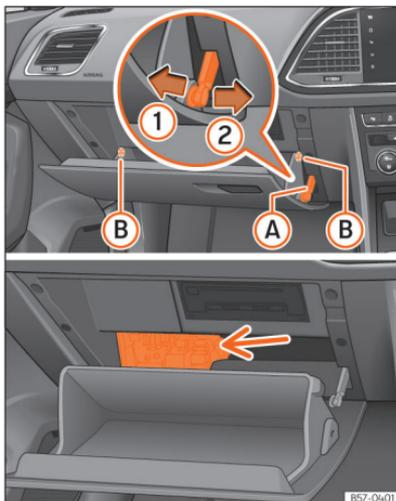

Fig. 202 Veículos com volante à direita: tampa da caixa de fusíveis do painel de instrumentos, no lado do passageiro.
- Desmonte o travão de abertura »» Fig. 202 (A) em dois passos: primeiro desbloqueie o travão puxando-o para trás (seta 1) e, em seguida, desloque-o ligeiramente para a direita (seta 2). Desmonte a guia quando a tampa estiver em abertura normal (30°).
- Liberte os pivôs laterais (B) e desbloqueie a tampa até à segunda abertura (60°).